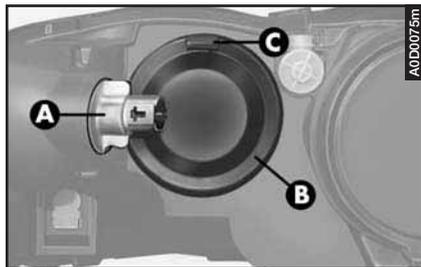

fig. 42
– Ruotare in senso antiorario e sfilare il portalampada (**A-fig. 42**) della freccia, senza staccare il connettore, per aumentare lo spazio di manovra.